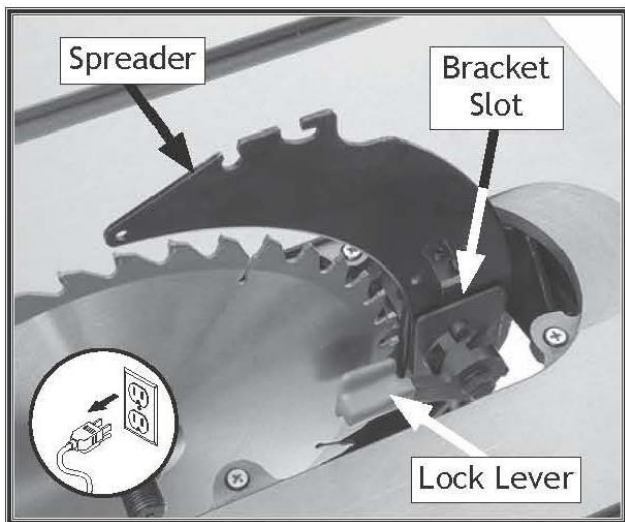

Рисунок 47. Фиксирующий рычаг, используемый для крепления расклинивающий ножа.
4. Вставьте расклинивающий нож нижней частью в кронштейн и закрепите его (см. рисунок 47).